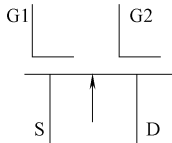

图 5-85 耗尽型双栅 N 沟道绝缘栅场效应晶体管电路符号
8. 耗尽型双栅 N 沟道绝缘栅场效应晶体管电路符号 (见图 5-85)